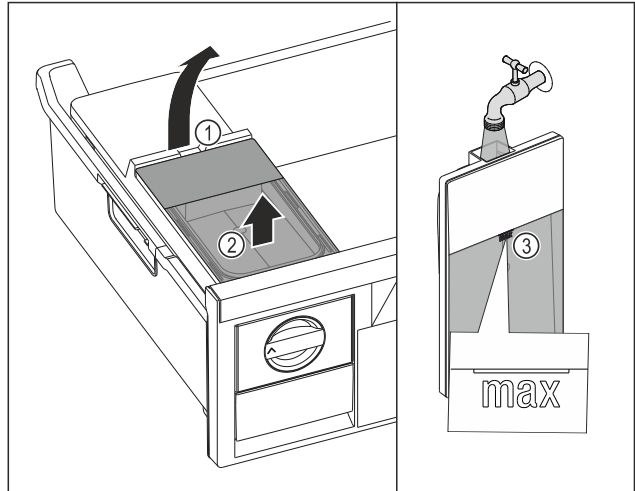

Fig. 121
- ▶ Повдигнете резервоара за вода при прореза Fig. 121 (1).
- ▶ Извадете резервоара за вода нагоре. Fig. 121 (2)
- ▶ Напълнете резервоара за вода до маркировката Fig. 121 (3) с питейна вода.